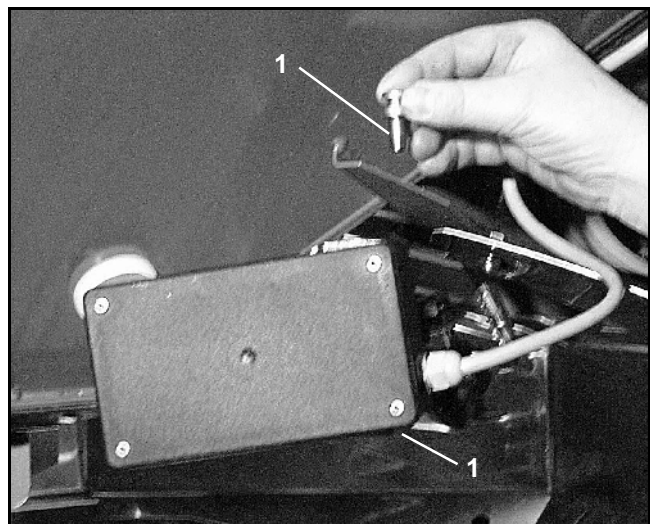

Fig. 6
- Begge forbindelses bolte (Fig. 6 /1) trækkes ud.